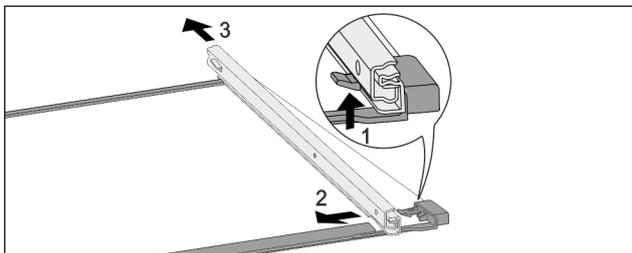

Fig. 190 Tablette en verre avec rails
- ▶ Pousser le crochet d'enclenchement avant vers le bas. Fig. 190 (1)
- ▶ Pousser le rail télescopique vers le côté Fig. 190 (2) et vers l'arrière Fig. 190 (3).